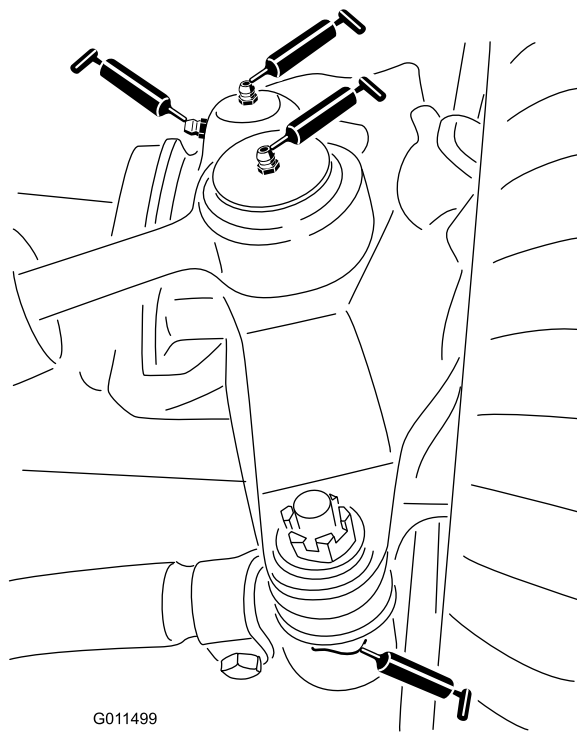

Figura 37
- Articulaciones esféricas del cilindro de dirección (2) (Figura 37)
- Articulaciones esféricas de las bielas (2) (Figura 37)
- Casquillos del pivote de dirección (2) (Figura 37).